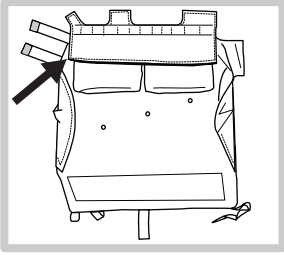

Figura 1
1. Mueva la solapa para que cubra los bolsillos interiores, pero no la extienda completamente sobre la solapa principal/externa (Figura 1).